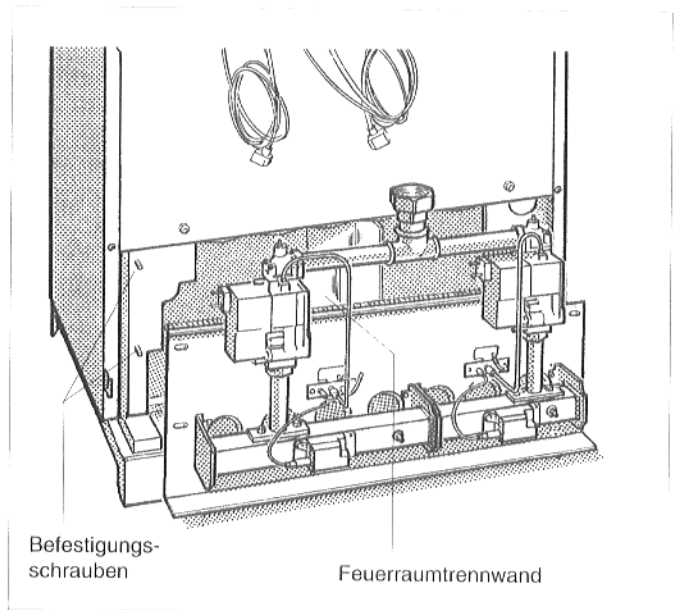

Abb. 41: Ausbau des Gasbrenners
- Die vier Befestigungsschrauben am Brennerschild lösen und **Gasbrenner gerade herausziehen**, damit die Feuerraumtrennwand nicht beschädigt wird (Abb. 41).